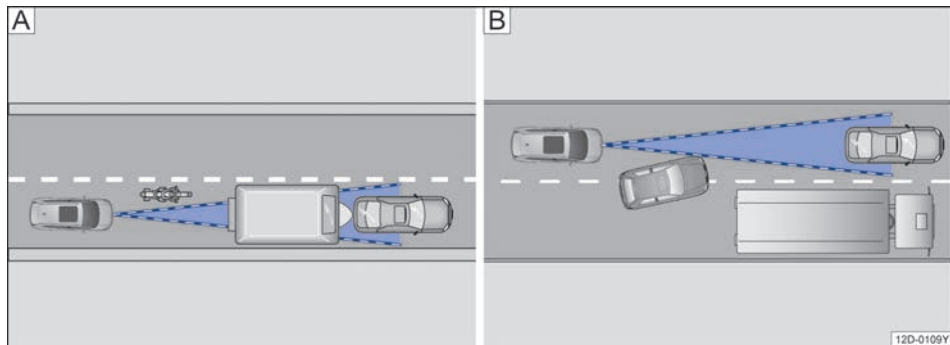

图 116 A. 窄弯中的车辆 B. 变换车道
- 不在传感器作用范围内、与本车辆相距较近行驶的机动车，如摩托车→图 116 .
- 在本车前方近处切换到本车所在车道的车辆→图 116 .